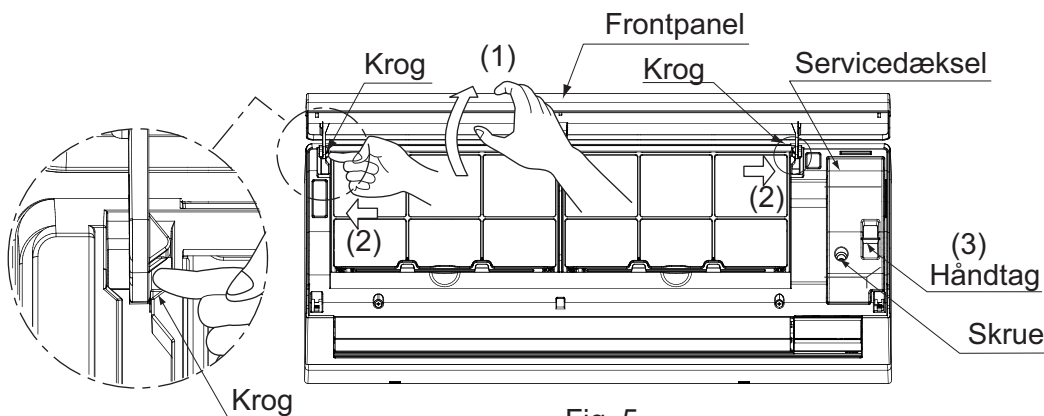

Fig. 5
(4) Tag frontpladen og servicedækslet af. (Se fig. 5)